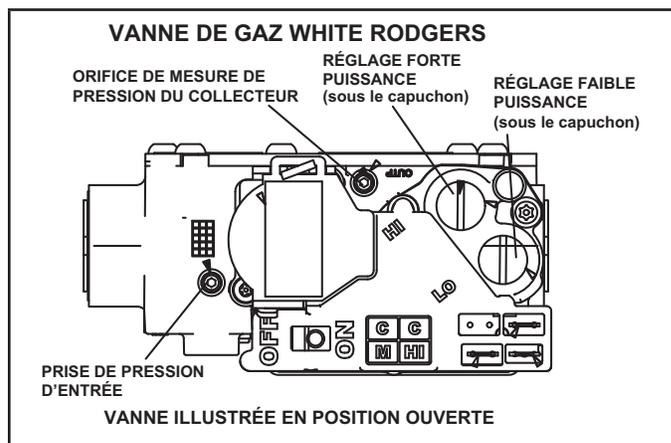

FIGURE 63
### Fonctionnement de la vanne de gaz (FIGURE 63)
- 6 - Mettre le contacteur de la vanne de gaz sur **OFF**. Voir la FIGURE 63.
- 8 - Mettre le contacteur de la vanne de gaz sur **ON**. Voir la FIGURE 63.
Une connexion située sur la vanne de gaz permet d'accéder à la pression d'alimentation. Voir la FIGURE 63. Dévisser la vis à tête hexagonale de 3/32 d'un tour, brancher un tube de 5/16 po et brancher un manomètre pour mesurer la pression d'alimentation. Voir le TABLEAU 16 pour la pression de la conduite d'alimentation.
Une connexion située sur la vanne de gaz permet d'accéder à la pression du collecteur. Voir la FIGURE 63. Dévisser la vis à tête hexagonale de 3/32 d'un tour, brancher un tube de 5/16 po et brancher un manomètre pour mesurer la pression du collecteur.
- 5 - Au besoin, faire les ajustements nécessaires. La FIGURE 63 indique l'emplacement des vis de réglage des puissances mini et maxi.